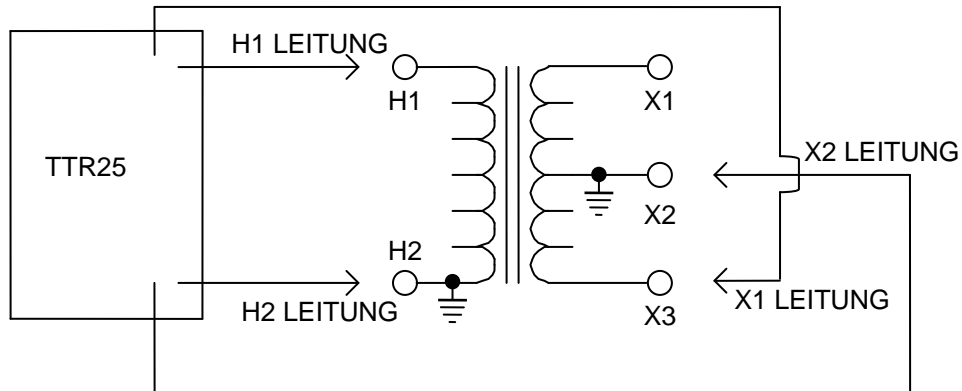

Abbildung 4-6 Anordnung für das Prüfen der X3 – X2 Wicklung eines Netztransformators (H2 und X2 geerdet)
4. Zum Prüfen der X3-X2 Wicklung, verbinden Sie die X1 Klemme mit dem X3 Transformatoranschluss und die X2 Klemme mit dem X2 Transformatoranschluss. Sie können erwarten, dass die Polarität der Wicklung umgekehrt ist („-“ Zeichen erscheint vor dem Prüfergebnis für das Windungszahlverhältnis). *Siehe Abbildung 4-6.*